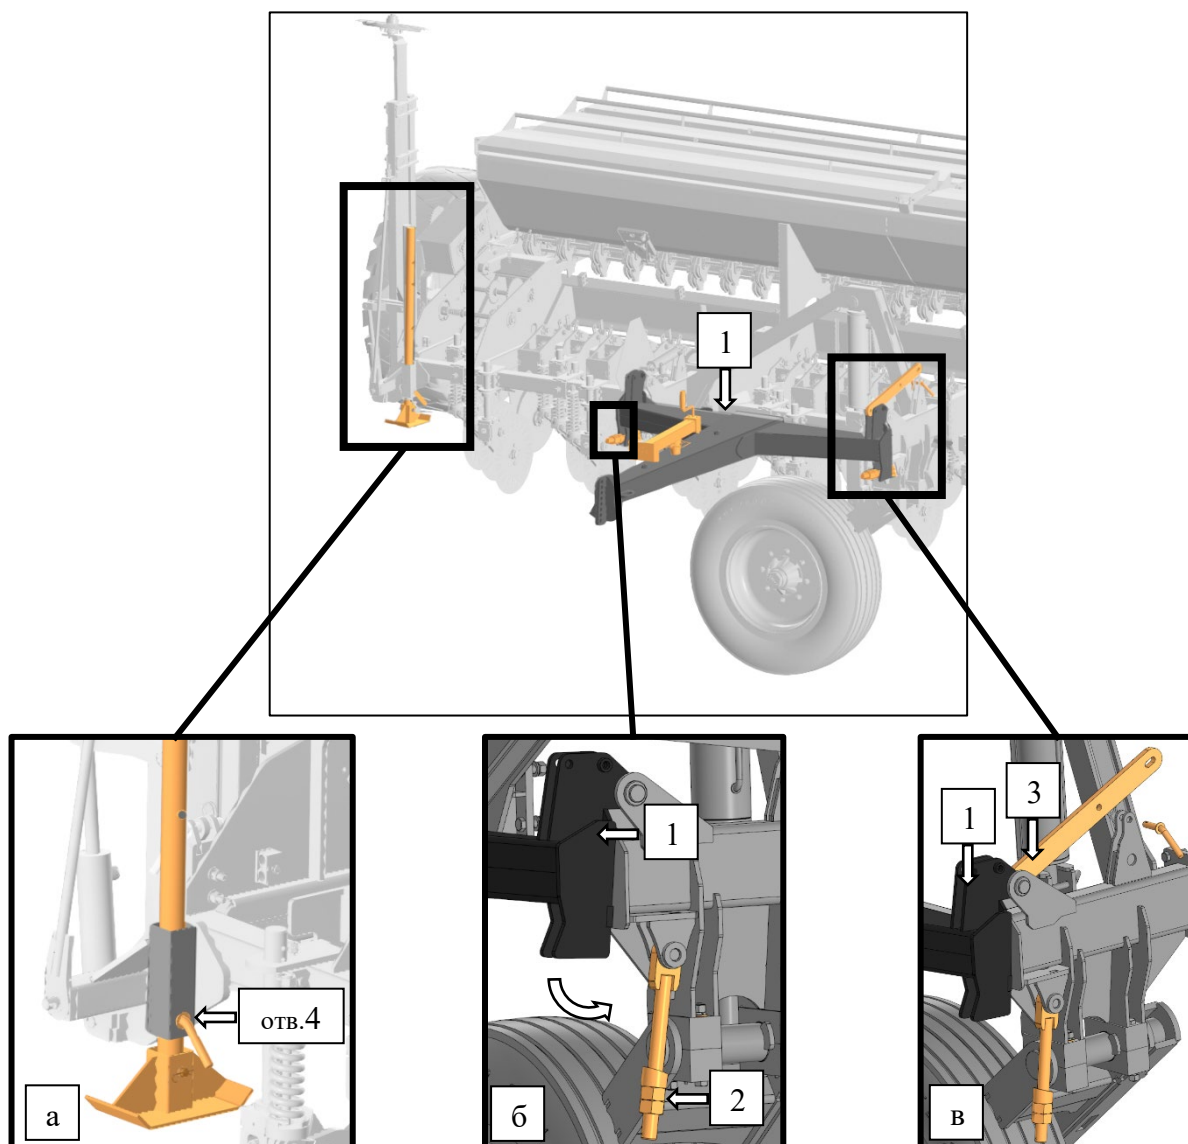

Рисунок 14
8. Отсоединить подножку центрального фаркопа, и установить её в транспортное положение. Поднять стойки сеялки, рис. 14. а. Ослабить затяжку гаек (2), фиксирующих центральный фаркоп (1) (в двух местах), рис. 14 б. Разблокировать центральный фаркоп (1), отсоединив планку фиксации (3), рис. 14 в.